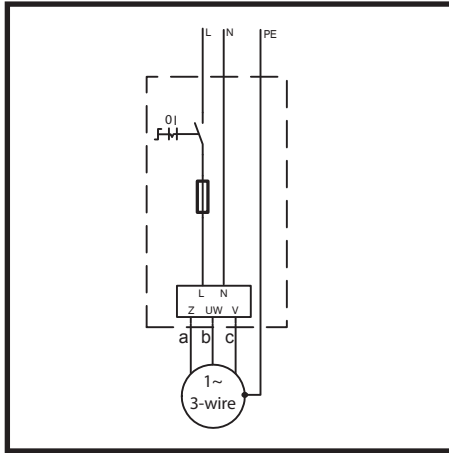

Fig.: 17
3. Super Stainless 3-wire Anschluß (Fig.: 17)